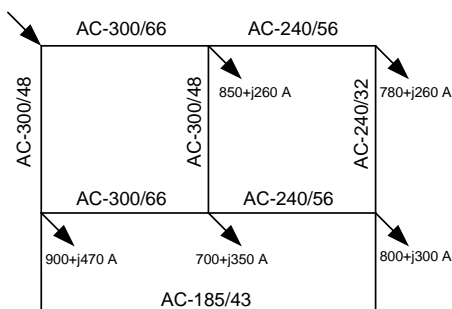

Рис. 4
4. Для схемы, показанной на рис. 4, составить узловое уравнение с использованием матрицы узловых проводимостей. Номинальное напряжение сети – 110 кВ. ЭДС ветвей принять равными нулю.